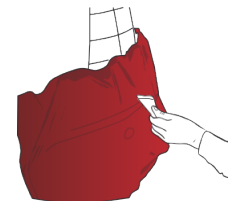

Abbildung 21
- › Folie mit einer mit Wollfilz überzogenen Kunststoffrakel auf der gesamten Fläche andrücken. Dabei darauf achten, sie auf der konvexen Fläche vorsichtig zu glätten (Abb. 21), um Spannungen und Falten zu entfernen.